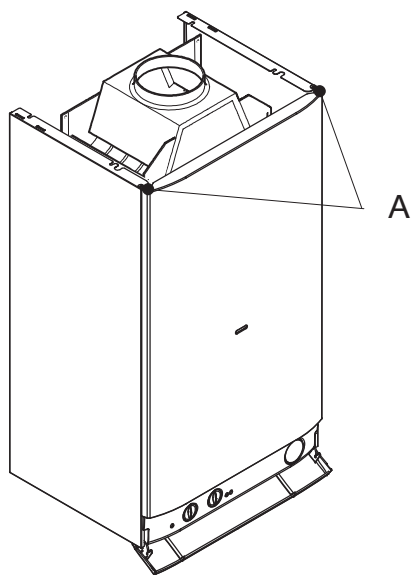

Fig. 8.1
1. Loosen the two screws A (Fig. 8.1).
1. Ослабьте 2 винта А (рис. 8.1)